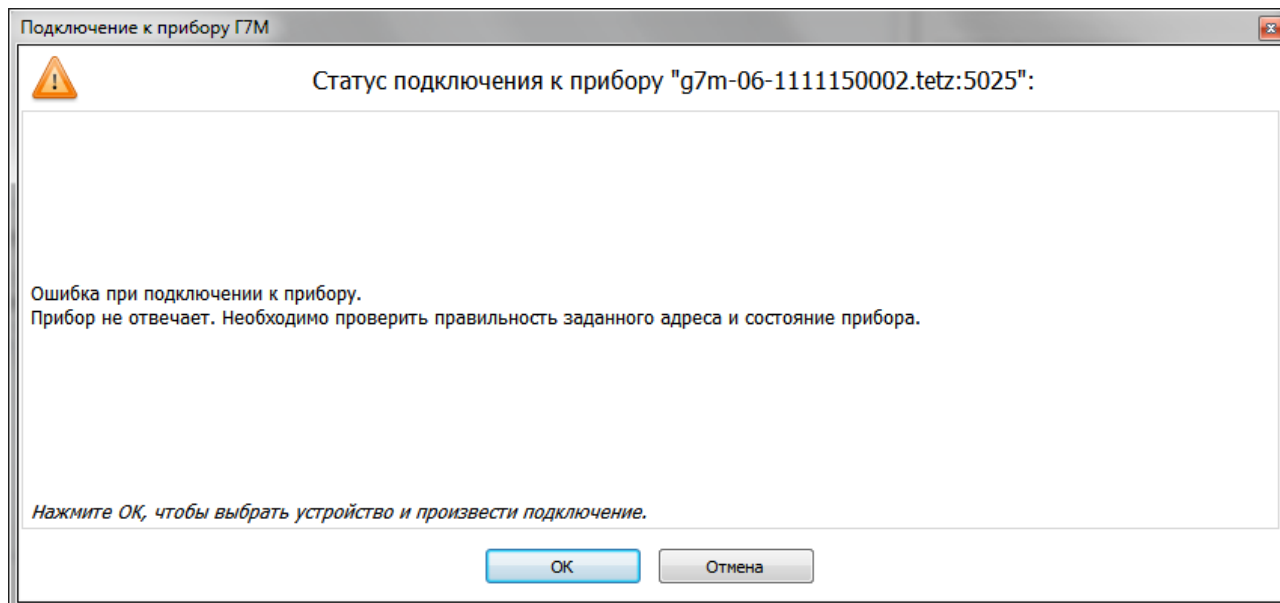

Рисунок 5.12 – Сообщение об ошибке
м) при ошибке (рисунок 5.12) следует нажать «ОК» и повторить попытку подключения, при повторном неудачном подключении попробуйте повторить весь пункт заново или воспользоваться информацией приложения Б.
- м) при ошибке (рисунок Рисунок5.12) следует нажать «*ОК*» и повторить при повторном неудачном подключении попробуйте повторить весь пункт заново или воспользоваться информацией приложения Б.
м) при ошибке (рисунок 5.12) следует нажать «OK» и повторить попытку подключения, при повторном неудачном подключении попробуйте повторить весь пункт заново или воспользоваться информацией приложения Б.